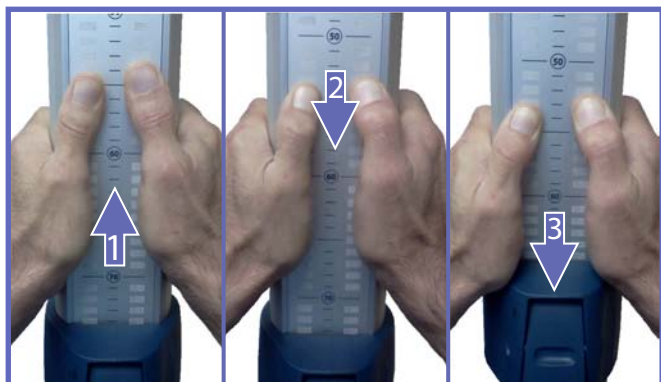

Fig. 17
- 5) Voir la « Fig. 17 », saisir la portion supérieure du poteau avec les deux mains (1) et la soulever à environ 5 mm pour retirer la pression sur le collet.